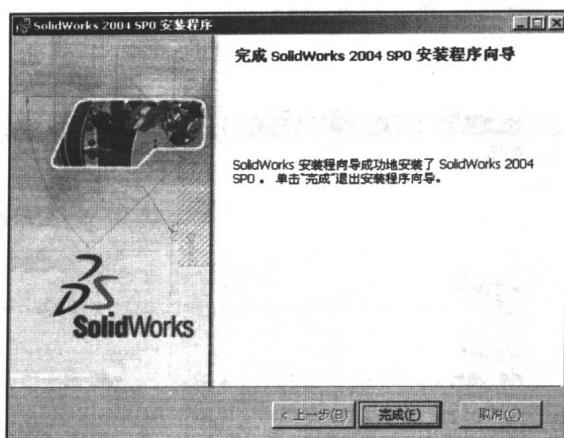

图 1-5 “完成 SolidWorks2004 SP0 安装程序向导”对话框
(6) 接下来的操作比较简单，和其他软件的安装过程类似，根据安装光盘的提示一步步进行，输入相应的序列号和注册码，单击“下一步”按钮，直至出现如图 1-5 所示的“完成 SolidWorks2004 SP0 安装程序向导”对话框。